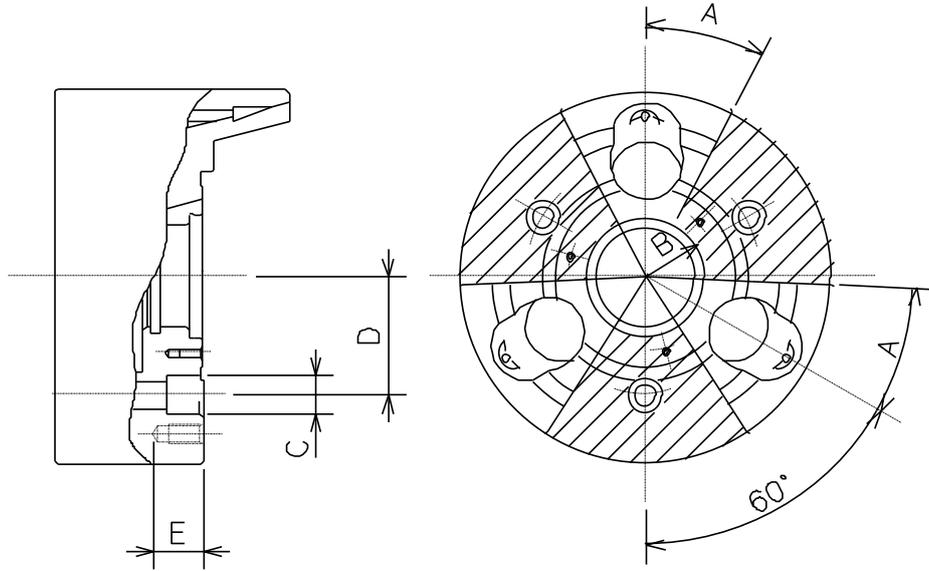

図 7
- ・ チャックボデー表面にロケータや治具を取り付ける場合は、図 7 に示す追加工範囲内にタップまたは穴明けを行ってください。